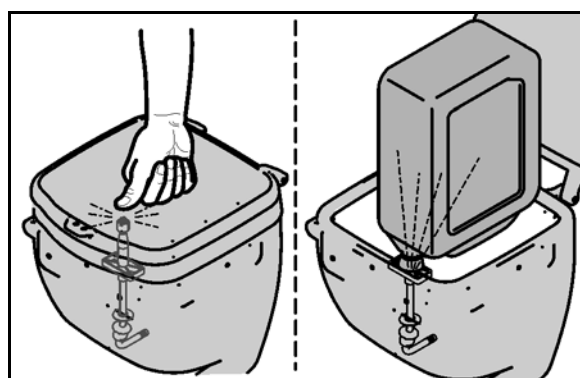

Fig. 56
- le couvercle repliable fermé a été rabattu vers le bas (Fig. 56).